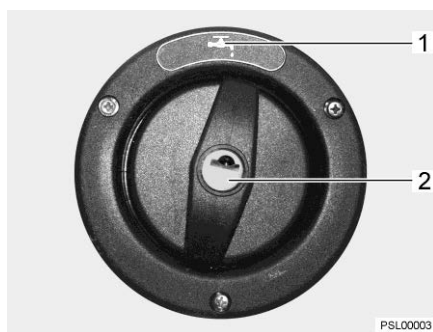

Bild 137 Lock för påfyllningsöppningen för dricksvatten
Påfyllningsöppningen för dricksvatten är märkt med symbolen "☞" (Bild 137,1). Locket låses och låses upp med nyckeln till de utvändiga låsen (utvändiga luckorna).
- Stick in nyckeln i låscylindern (Bild 137,2) och vrid ett kvarts varv moturs.